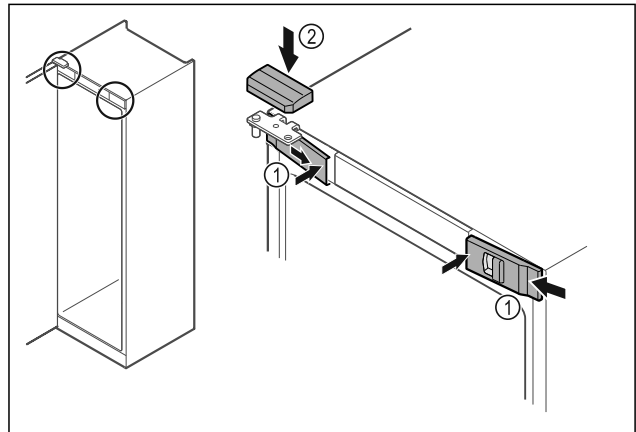

Fig. 51
- Akassza be oldalt az előlső burkolatokat Fig. 51 (1), és belül pattintsa be.
- Felülről pattintsa be a felső burkolatot Fig. 51 (2).